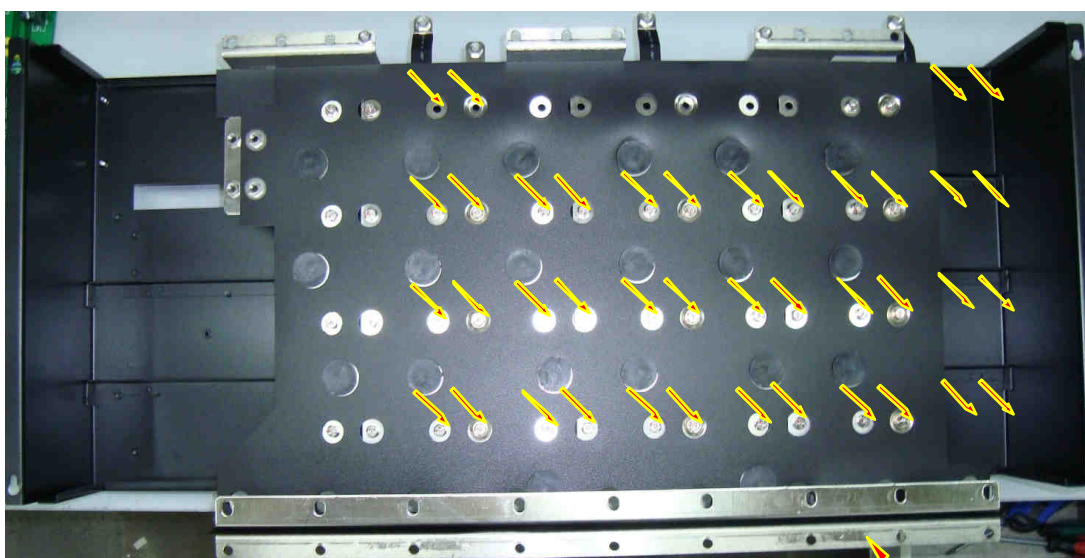

Рис. 6.24.
6.12.1. Установить блок конденсаторов на рабочий стол основанием вверх (рис. 6.24).